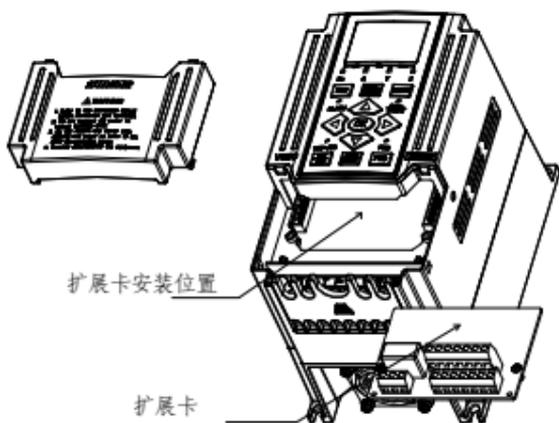

图 5 扩展卡的拆卸安装示意图
2. 将 I/O 扩展卡从控制卡的插座中向上拔出（如图 5）。